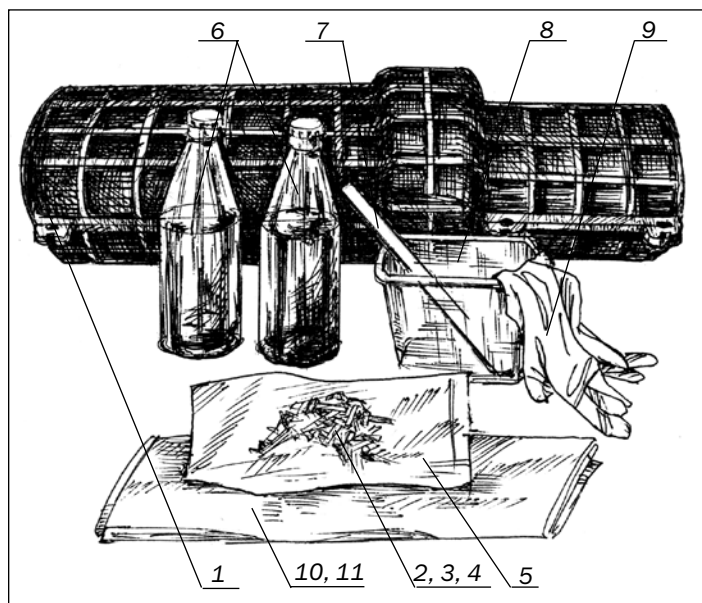

Рис. 2.1. Муфта МПЗ с комплектом герметика ВИЛАД-31
2.3. Муфта МПЗ и комплект герметика ВИЛАД-31 может поставляться отдельно. Точно такой же комплект применяется для чугунных муфт МЧЗ. На *рис. 2.1* показана защитная муфта МПЗ с комплектом герметика ВИЛАД-31. Полный состав обоих комплектов указан в *табл. 2.1*.